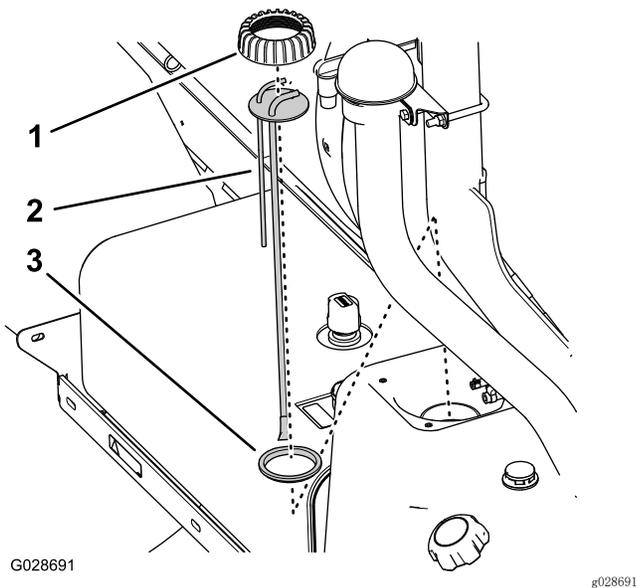

图77
- 逆时针旋转立针管帽，取下立针管帽（图77）。
6. 从油箱上提起燃油立针管/传感器组件（图77）。
1. 将立针管帽装到立针管上，然后将立针管放到密封件上（图77）。
2. 将立针管帽、立针管和密封件与油箱对齐，将新的立针管组件小心插入油箱（图77）。
3. 将立针管帽螺到油箱颈上，然后用手拧紧立针管帽（图77）。